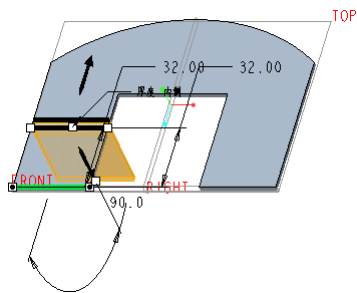
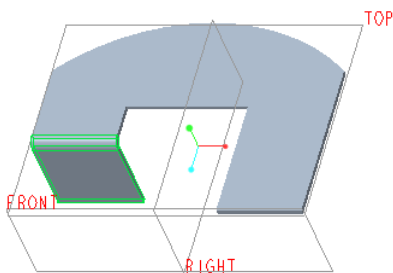

图 1-187 默认固定侧方向
图 1-188 创建第一个折弯特征
(6) 设置折弯半径为“厚度”，并选择 (标注折弯的内部曲面) 图标选项。
(7) 模型中显示的箭头指示了固定侧，如图 1-187 所示。最后单击 (完成) 按钮，创建第一个折弯特征，效果如图 1-188 所示。